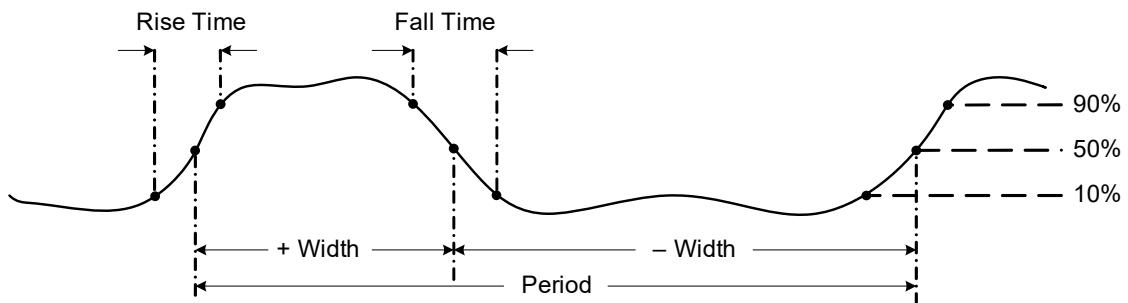

Figura 2-37 Misurazioni di frequenza, ampiezza di impulso e duty cycle
- La frequenza è il numero di cicli completati da un segnale in ciascun secondo. La frequenza è definita come 1/Periodo. Il periodo è definito come il tempo tra gli attraversamenti della soglia media di due estremi consecutivi e con polarità identica, come mostrato in Figura 2-37.
La funzione dell'ampiezza d'impulso misura la quantità di tempo in cui un segnale è alto o basso, come mostrato in Figura 2-37. È il tempo tra la soglia mediana del fronte di salita e la soglia mediana del successivo fronte di discesa. La forma d'onda misurata deve essere periodica; la forma deve ripetersi a intervalli di tempo uguali.
Il duty cycle (o duty factor) di un treno di impulsi ripetitivo è il rapporto tra l'ampiezza di un impulso positivo o negativo con il periodo espresso come percentuale, come mostrato in Figura 2-37.